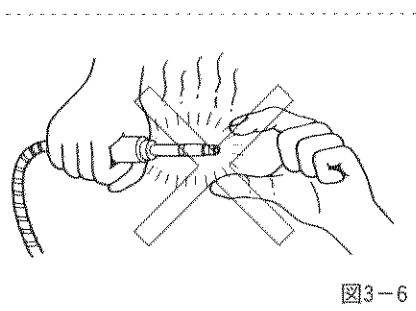

図3-6
- ★コネクターを光源装置からはずした直後は、コネクターの金属部が熱を持ち、うっかり触れるとヤケドをするおそれがあります。グリップ(黒い部分)以外の金属部に触れないようにしてください。(図3-6)